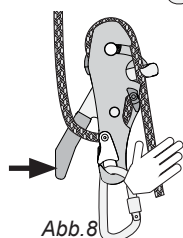

Abb. 8
**Zum Abstieg** - Das Prism sollte in normaler Reibungskonfiguration sein - den Griff leicht mit der linken Hand andrücken, während das Endseil mit der rechten Hand gesteuert wird. Wenn der Griff in einer zentralen Position ist ("Sweet Spot"), wird das Seil durch das Gerät hindurchgleiten (Abb. 8). Wenn der Griff zu hart angedrückt oder freigegeben wird, bremsen das Gerät.